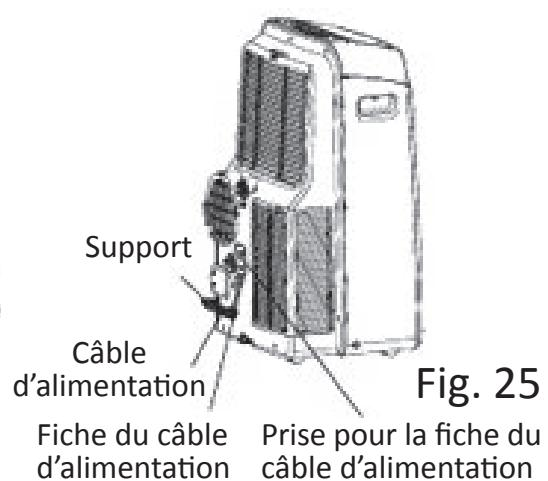

Fig. 25
- Éteignez l'appareil et débranchez-le, enroulez son câble d'alimentation et attachez-le avec du ruban adhésif (voir Fig. 25). Retirez les piles de la télécommande.